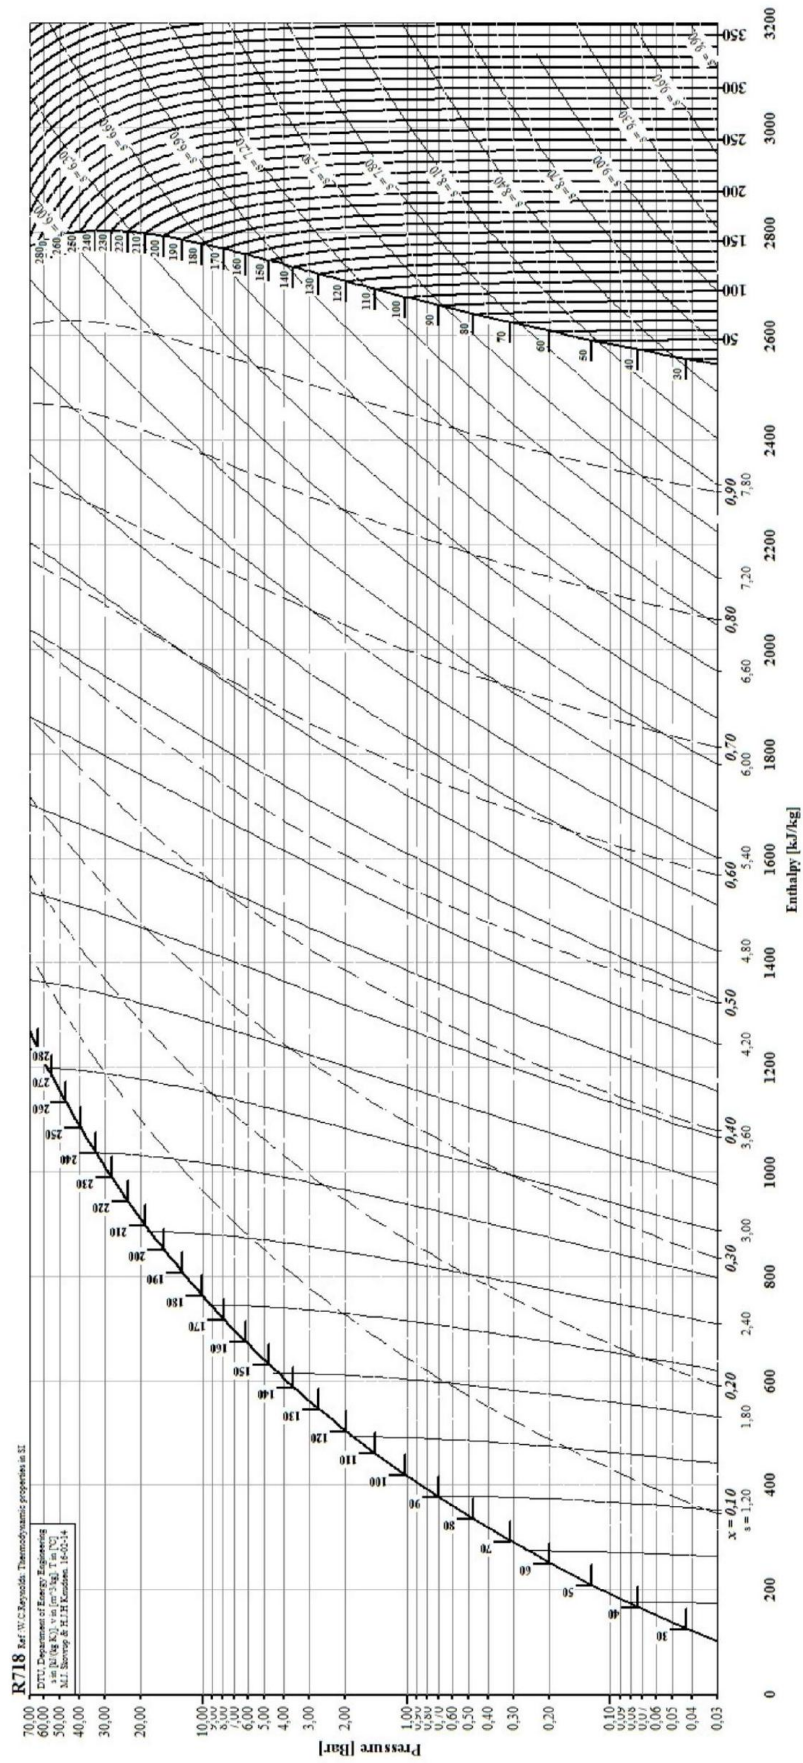

FIGURE 6 – Diagramme enthalpique de l'eau. Les températures sont exprimées en degrés Celsius.
10. Placer les nouveaux points C' , B' , C'' sur le diagramme enthalpique figure 6.